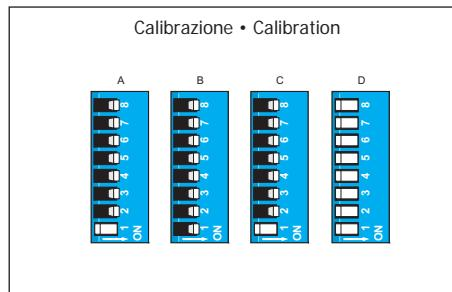

Fig. 4.5.18
2. Agendo sul dip-switch, portare in posizione **ON** le leve da **2** a **8** come indicato in fig. 4.5.18.
2. On the dip-switch, move levers from **2** to **8** to the **ON** position, as shown in Figure 4.5.18.